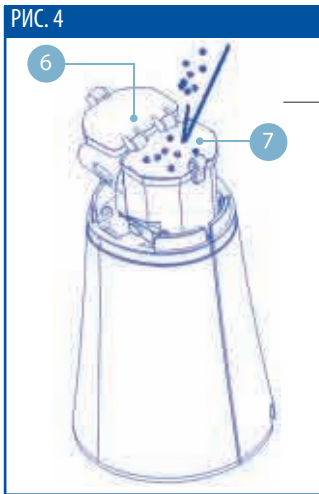

РИС. 4
4) Установить распылительную камеру на корпус прибора, осторожно нажав на нее до щелчка (рис. 1) Открыть крышку распылительной камеры, выдвинув замок. Емкость распылительной камеры составляет 8 кубических сантиметров. Наполнить камеру препаратом, не превышая максимально допустимого уровня, обозначенного непосредственно на корпусе камеры (при переполнении может произойти протекание жидкости с попаданием в корпус прибора, что приведет к его поломке) (рис. 4)